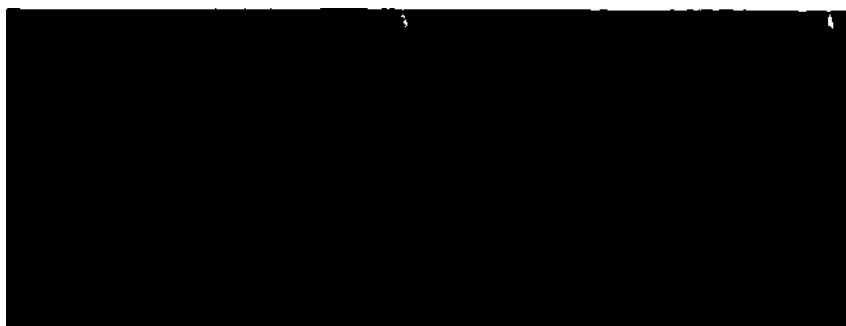

Рисунок 221. Добавление пар контрольных точек
- с. Кликнуть левой клавишей мыши на соответствующей анатомической локацией на модели НЦИ. Появится иконка в форме пружинки для соединения парных контрольных точек (Рисунок 221).